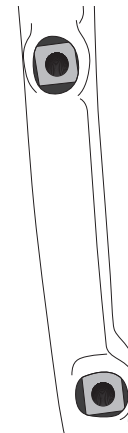
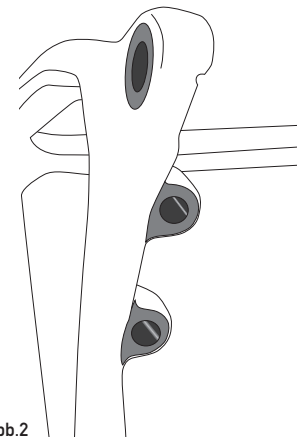

Abb.1
Abb.2
**ACHTUNG: HINWEIS FÜR SPEZIALISIERTE MECHANIKER:** Um zu vermeiden, dass die Bremssättel an einer falschen Stelle hinsichtlich der Scheiben montiert werden, oder dass sie sich nach dem Gebrauch schräg stellen, muss jede Lackspur oder Rauheit am Rahmen von den Flächen auf denen die Bremssättel montiert werden, entfernt werden, d.h. auf der Vorderradgabel (Abb.1) und in der Nähe der Bohrungen an der unteren linken Kettenstrebe. Entfernen Sie auch eventuelle Lackspuren oder Rauheiten von den unteren Flächen der Bohrungen an der Strebe (Abb.2), wo die Köpfe der Befestigungsschrauben des hinteren Bremssattels aufliegen.